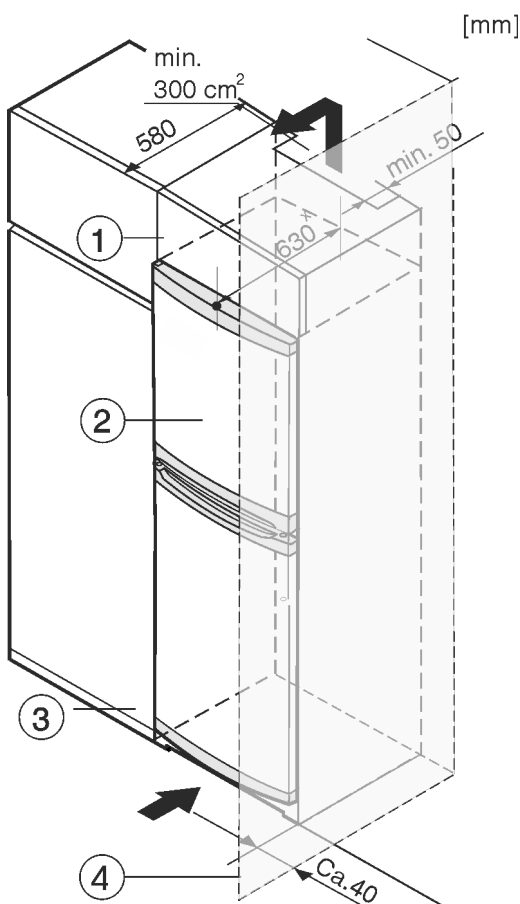

Fig. 8
Urządzenie może zostać obudowane szafkami kuchennymi. Aby dopasować urządzenie Fig. 8 (2) do wysokości ciągu szafek kuchennych, można nad urządzeniem umieścić szafkę nasadzaną Fig. 8 (1).
W przypadku obudowania szafkami kuchennymi (głębokość maks. 580 mm) urządzenie można ustawić bezpośrednio obok szafki kuchennej Fig. 8 (3). Urządzenie wystaje z boku o 34 mm * i na środku urządzenia o 50 mm * w stosunku do szafek frontów kuchennych.
Jeżeli urządzenie będzie ustawiane z zawiasami do ściany Fig. 8 (4), to pomiędzy urządzeniem i ścianą należy zachować minimalny odstęp, wynoszący 40 mm. Na taką odległość wystaje klamka przy otwartych drzwiach.